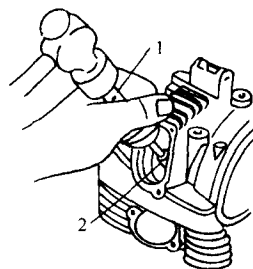

图 1-18 安装气门导管
(2) 使用气门导管安装工具 2 和气门导管拆卸工具 1 安装新的气门导管,如图 1-18 所示。